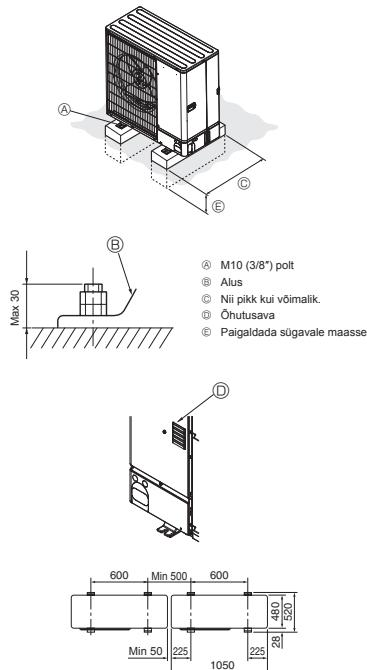

Fig. 3-1
- Paigaldage seade vastupidavale ja rõhtsale pinnale, et vältida töö ajal tekkivat kolpat. (Fig. 3-1)